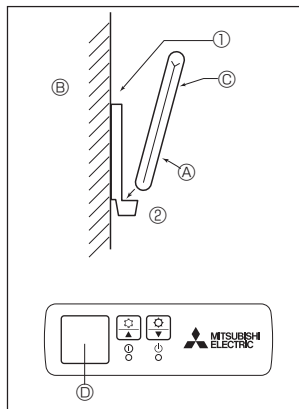

Fig. 6-2
2) Méthode d'installation (Fig. 6-2)
- ① Attacher le support de la télécommande à l'endroit voulu à l'aide de vis à taraud.
- ② Mettre la partie inférieure de la télécommande dans le support.